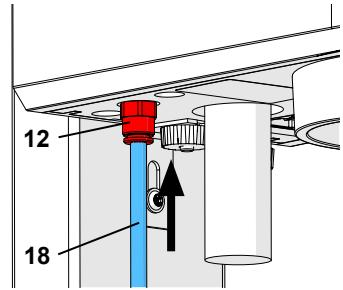

Fig. 5-a
**Em aparelhos de versões anteriores, o filtro de entrada (13) está localizado fora do aparelho (Fig. 5-b). Nestes casos, inserir a mangueira de ar comprimido (18) no filtro de entrada (13). É necessário vencer uma leve resistência. NUNCA utilizar o aparelho sem filtro de entrada!**